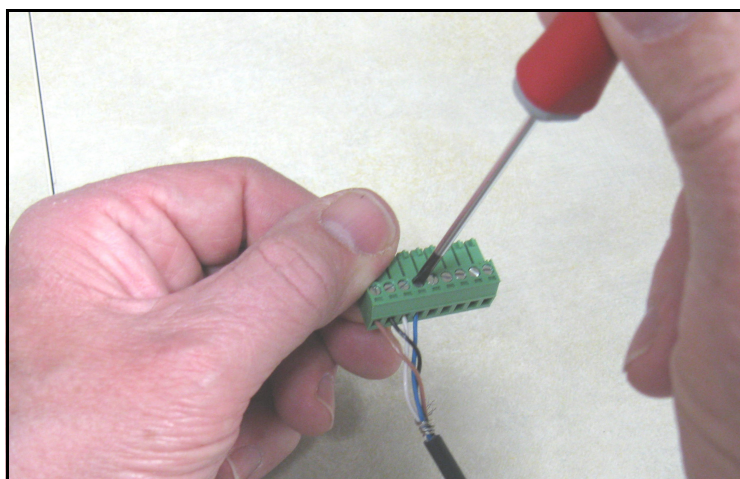
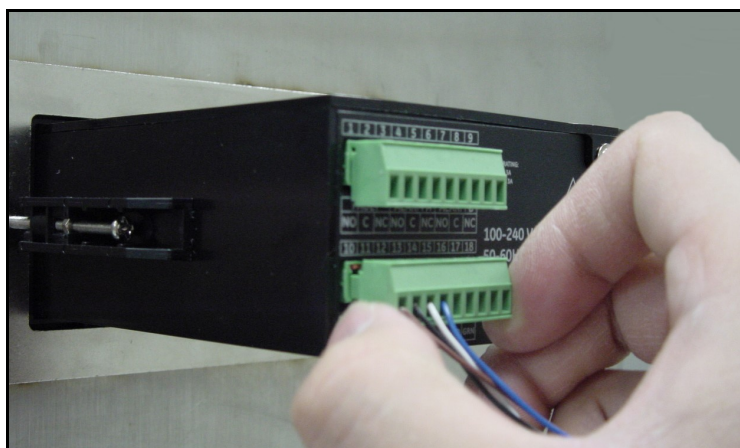

Figura 35: Ligar o cabo no conector
Figura 36: Reinsertar o conector no bloco terminal
2. Usando conectores chicote no final do cabo de sonda especial, conecte a sonda ao bloco de terminal inferior (pinos 10, 11, 12 e 13) na parte posterior do higrômetro (veja Tabela 1 e Figura 35 e Figura 36 na página 20).